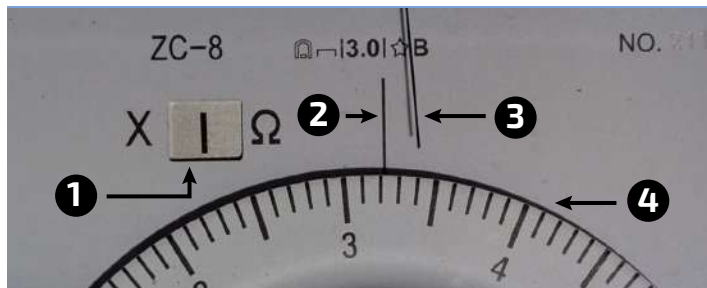

Рис. 2. Гальванометр
циометра и детектора тока (гальванометра). Работа прибора основана на балансировке моста переменного тока. Устройством отображения служит гальванометр (см. рис. 2) с нулевой отметкой в центре шкалы (2). Эта же отметка является указателем для лимба потенциометра. Индикатор включённого диапазона (1) указывает множитель на который нужно умножить показания на лимбе потенциометра (4). Стрелку гальванометра (3) потенциометром и переключателем диапазона необходимо совмещать с нулевой отметкой. Далее с лимба потенциометра, напротив нулевой отметки считывается значение в Ом, и умножается на множитель диапазона. Из полученного значения вычитается сопротивление соединительных проводов (измеряется заранее).